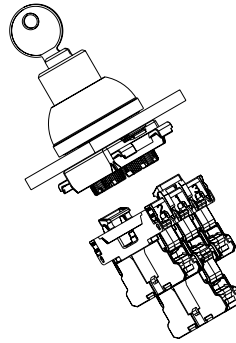

Fig. 5
2. Ouverture des attaches et démontage des éléments de contact (voir Fig. 5 et 6): relevez les deux attaches pour les détacher du dispositif de maintien et rabattez-les ensuite de 90°. Maintenant, les éléments de contact peuvent être démontés.